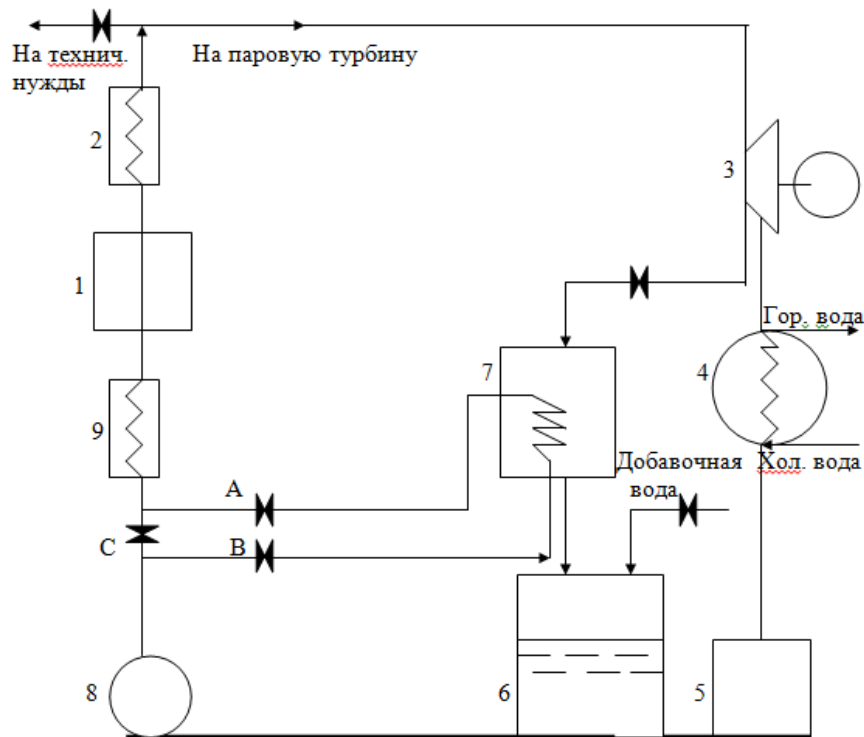

Рис. 1. Схема паросиловой установки:
2.1. Изучить принципиальную схему паросиловой установки (ПСУ), представленной на рис. 1. Ознакомиться с процессом производства пара с помощью данной ПСУ, уяснить функциональное назначение входящих в эту схему элементов. Затем приступить к следующим этапам.
2.2.3. Определение температуры конденсата $t_k = f(p_k)$ в конденсаторе 4 (рис. 1) по таблице 3. При этом давление насыщенных паров в конденсаторе вычисляется по формуле
2.2.4. Определить температуру смеси конденсата и добавочной воды в питательном баке 6 (рис.1).
Абсолютное давление смеси газов в экономайзере 9 (рис.1) найдется из выражения
Если при этих вычислениях будет иметь место неравенство $t_{ПИТ.В.} > t_{СМ}$, то вода перед подачей на экономайзер подвергается паровому подогреву. Для этого надо открыть вентили А, В и перекрыть вентиль С (рис.1).